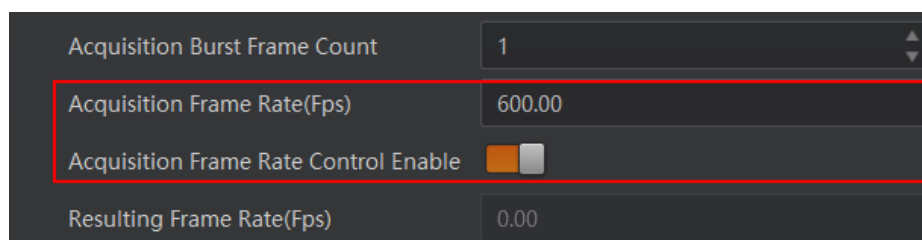

图4-1 帧率设置
2. 启用参数 **Acquisition Frame Rate Control Enable**，如 图4-1 所示。